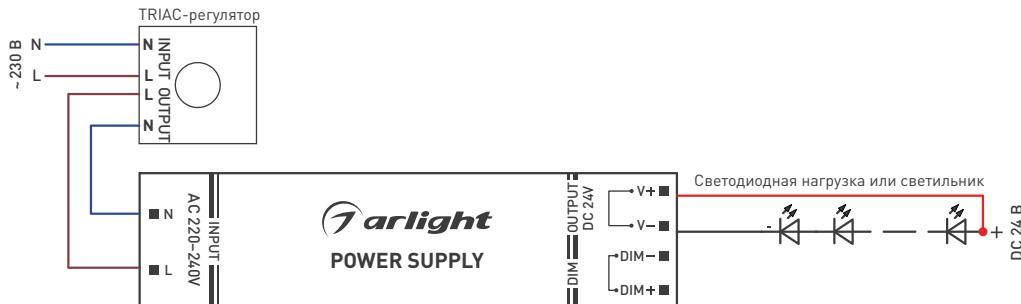

Рис. 1. Пример подключения источника питания с TRIAC-регулятором
- Подключите провода обесточенной электросети или TRIAC-регулятора к входным клеммам источника питания со стороны **INPUT** [**L** — фазовая клемма, **N** — нулевая клемма] согласно схеме, поставляемой с TRIAC-регулятором [пример подключения приведен на рис. 1].